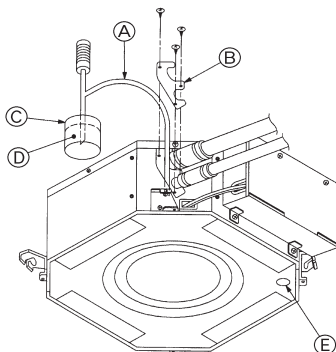

Fig. 6-3
- Diriger la télécommande vers le récepteur de l'appareil intérieur durant les étapes ② à ⑦.
6.3. Vérification de l'écoulement (Fig. 6-3)